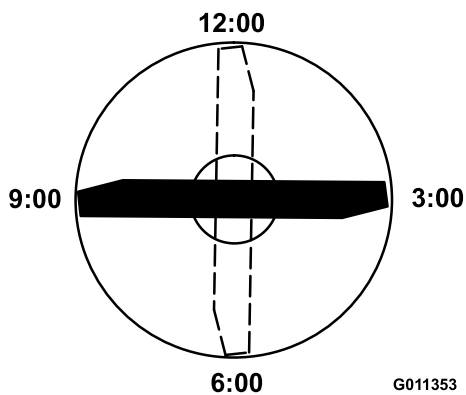

Рисунок 83
5. Поверните отмеченный конец ножа в положения «3 часа» и «9 часов» (Рисунок 83) и измерьте значения высоты.